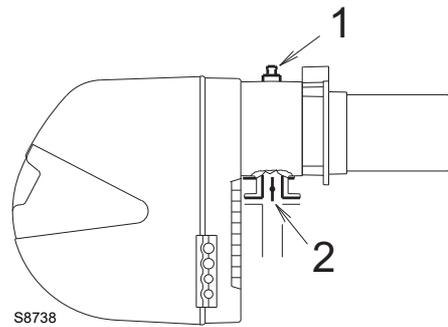

Abb. 27
Strömungsverlust Flammkopf. Gasdruck gemessen an Anschluss 1)(Abb. 27), mit:
Strömungsverlust Gasdrossel 2)(Abb. 27) bei maximaler Öffnung: 90°.
- Ziehen Sie vom Gasdruck am Anschluss 1)(Abb. 27) den Druck in der Brennkammer ab.
Zur Ermittlung des für den an der Entnahmestelle 1)(Abb. 27), erforderlichen Gasdrucks, nachdem die gewünschte Leistung des Brenners festgelegt wurde:
- Rechts, in Spalte 1, den Druck an der Entnahmestelle 1)(Abb. 27) ablesen
erforderlicher Druck an der Entnahmestelle 1)(Abb. 27).